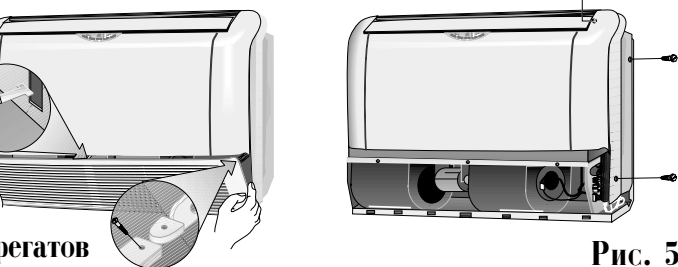

Рис. 5
- Осторожно снимите воздухозаборную решетку; снимите два винта по краям решетки и вытащите решетку вместе с ее центральной удерживающей пружиной, как показано на рис. 5.
- Вывинтите семь винтов, которые показаны на рис. 5, и снимите переднюю панель.
- Установите на место переднюю панель с помощью семи винтов, показанных на рис. 5.